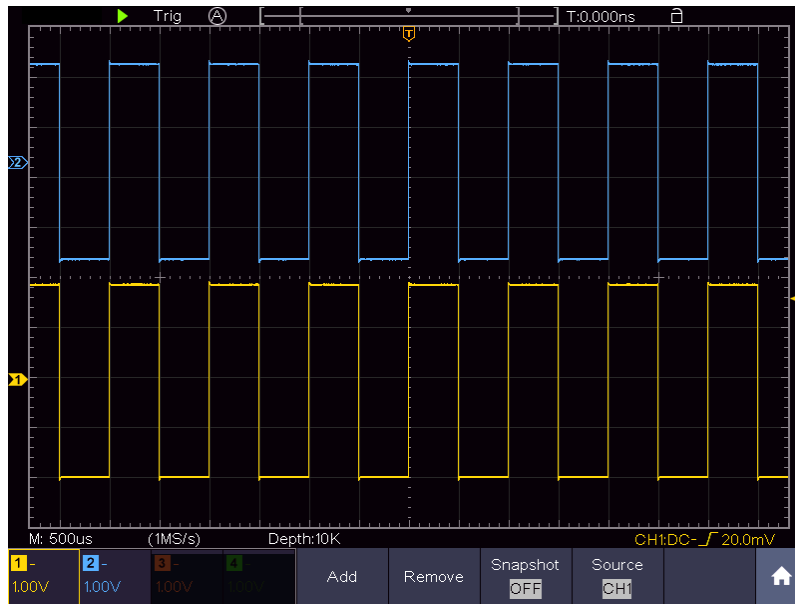

Figure 7-2 アンプ回路のゲインの測定
- (1) **Autoset** ボタンを押して、2 つのチャンネルの波形を適切に表示させます。
- (2) **Home** をタップしてメニュー・パネルを開き、**Measure** をタップして自動測定メニューを開きます。
- (3) **Add** をタップします。
- (4) 左メニューで **PK-PK** を選択します。
- (5) 右メニューの **Source** をタップして **CH1** を選択します。
- (6) 右メニューの **Add** をタップすると、CH1 の peak-to-peak (ピーク・トゥ・ピーク) が追加されます。
- (7) 左メニューで **PK-PK** を選択します。
- (8) 右メニューの **Source** をタップして **CH2** を選択します。
- (9) 右メニューの **Add** をタップすると、CH2 の peak-to-peak (ピーク・トゥ・ピーク) が追加されます。
- (10) 画面左下から CH1 (入力信号) と CH2 (出力信号) のピーク・トゥ・ピーク電圧値を読み取ります。(see Figure 7-2)
- (11) 下記の式でアンプのゲインを算出します。